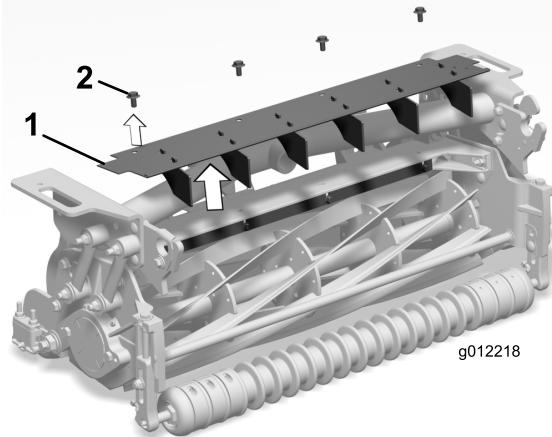

Bild 6
1. Entfernen Sie die vier Bundkopfschrauben, mit denen das vordere Grasschutzblech und die Ablenkbleche am Schneideeinheitrahmen befestigt sind (Bild 6).